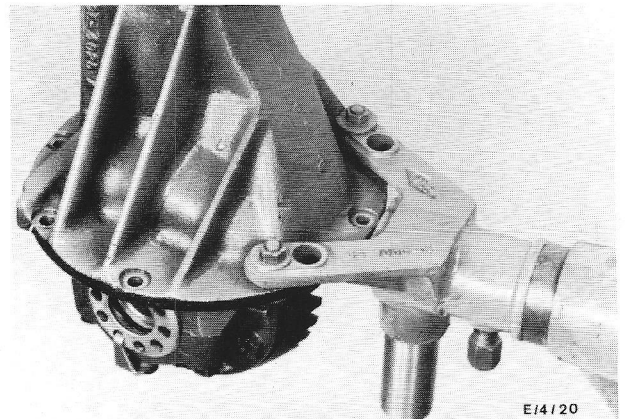

Fig.78 Differentieelhuis met standaard 16-009 in montagesteun.
1. Plaats het differentieelhuis op een montagesteun m.b.v. standaard 16-009 (fig.78).